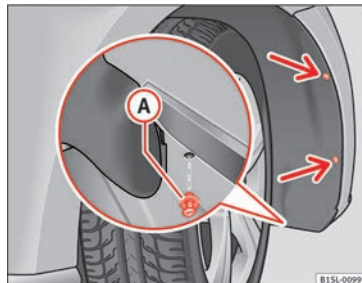
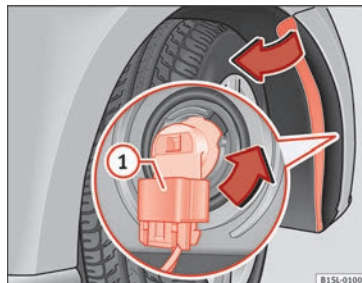

Fig. 86 Sur le passage de roue avant droit : enlevez les vis de fixation (flèches) et retirez le rivet expansible A.
Fig. 87 Remplacement des ampoules des projecteurs.
- Dévissez deux vis de fixation du revêtement du passage de roue ►► fig. 86 (flèches) avec le tournevis inclus dans l'outillage de bord ►► page 75.
- Dévissez le rivet expansible sur la partie inférieure avant du revêtement du passage de roue (A) avec le tournevis de l'outillage de bord et retirez-le complètement ►► page 75.
- Débloquez la connexion ►► fig. 87 (1) et retirez-la.
- Tournez le support d'ampoule ►► fig. 87 dans le sens de la flèche, dans le sens contraire des aiguilles d'une montre jusqu'en butée et enlevez-le avec l'ampoule en le retirant vers l'arrière.
- Branchez le connecteur (1) sur le support d'ampoule. La connexion doit s'encastrer de manière audible.
- Placez le rivet expansible sur le revêtement du passage de roue et du pare-chocs et enfoncez-le complètement ►► fig. 86 (A).
- Vissez fortement les deux vis de fixation ►► fig. 86 (flèches) avec un tournevis.